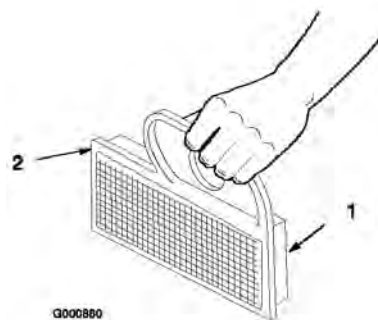

Figure 29
- Tapotez doucement l'élément sur une surface plane pour faire tomber la poussière et la saleté (Figure 29).